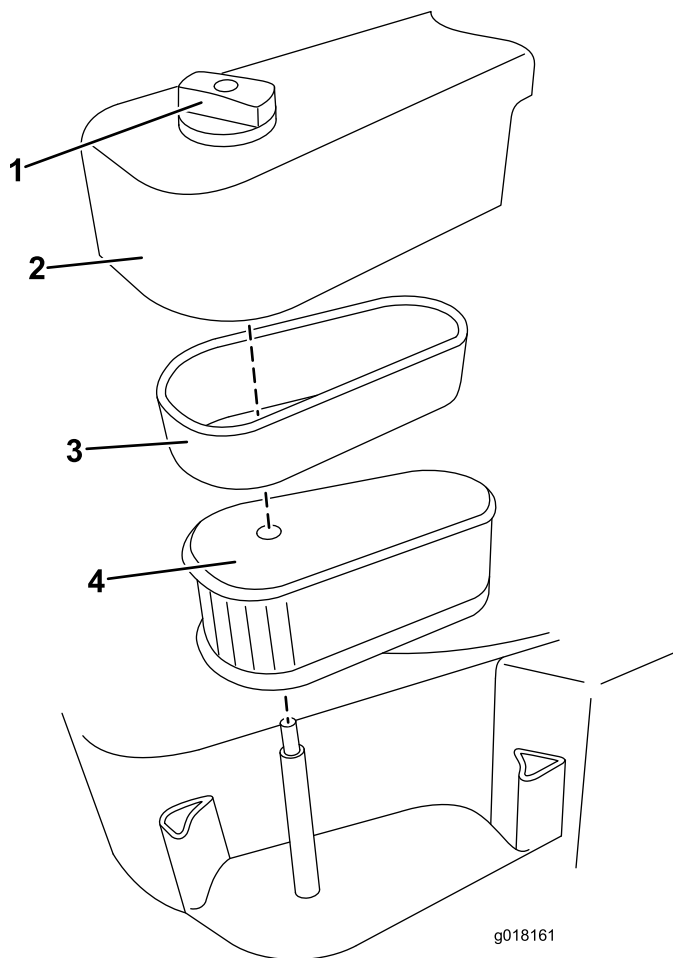

Figura 17
2. Afloje el pomo que sujeta la tapa del filtro de aire (Figura 17).
4. Retire cuidadosamente el filtro de gomaespuma y el cartucho juntos, luego separe el filtro de gomaespuma del cartucho (Figura 17).
7. Coloque la tapa (Figura 17).